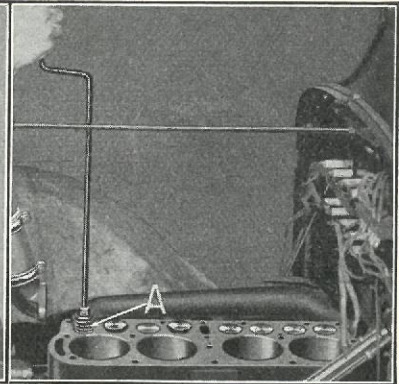

Fig. 223
- (c) Anbring Ventilen paa Ventil sædet og bevæg den ved Hjælp af en Ventilnøgle ca. $\frac{1}{4}$ Omdrejning frem og tilbage. Løft derpaa Ventilen lidt fra dens Sæde, drej den en kvart Omdrejning og fortsæt Drejningen frem og tilbage, indtil baade Ventil og Sæde er glat. For at lette Løftning af Ventilen under Slibningen, indsættes en Fjeder over Enden af Ventilen. (En Startsvingfjeder kan bruges til dette Formaal). (Fig. 223-A). Ventilen maa ikke drejes en hel Omdrejning paa een Gang, da dette vil foraarsage, at saavel Ventil som Sæde rives.